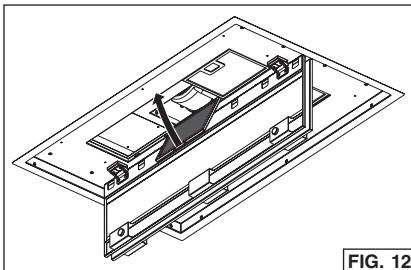

FIG. 12
2. Pour installer les filtres à graisses, alignez les ergots arrière des filtres dans les fentes de la hotte. Enfoncez la languette métallique, poussez le filtre en place et relâchez la languette. Vérifiez si le filtre est bien fixé une fois replacé. Fig. 12.